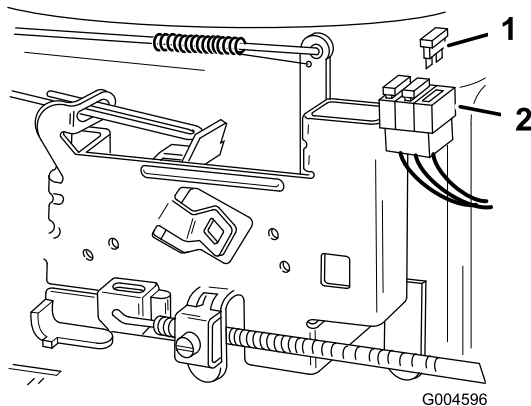

Figura 29
1. Tire hacia arriba del fusible (Figura 29) para sacarlo del zócalo.